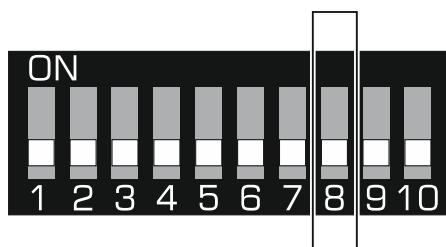

Рис. 3. Переключатель, позволяющий выбрать antennу для отправки сигналов.
**Переключатель 8** (рис. 3) позволяет определить antennу, которая должна использоваться для отправки: